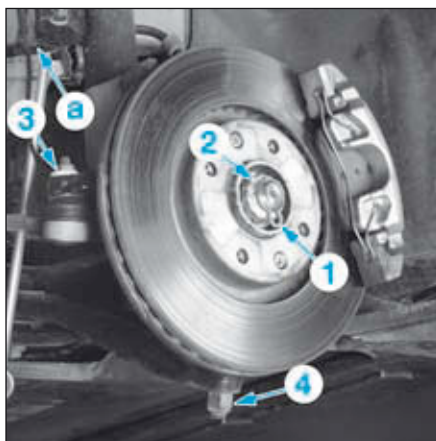

FIG.3
- l'épingle (1),
- le frein d'écrou (2),
- l'écrou de la rotule de direction (3) (Fig.3),
- l'écrou de la rotule de pivot (4).